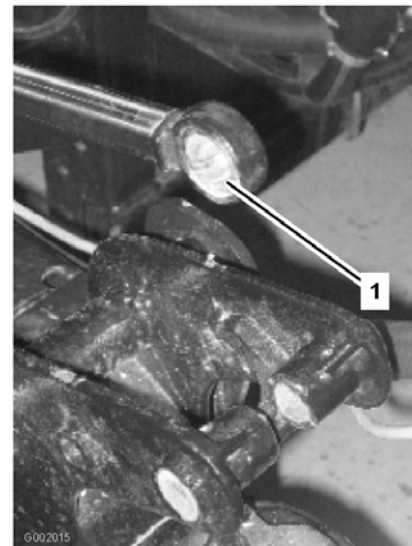

Figura 42
5. Manipule el extremo del cojinete del émbolo del actuador y aplique grasa al cojinete (Figura 42). Limpie cualquier exceso de grasa.